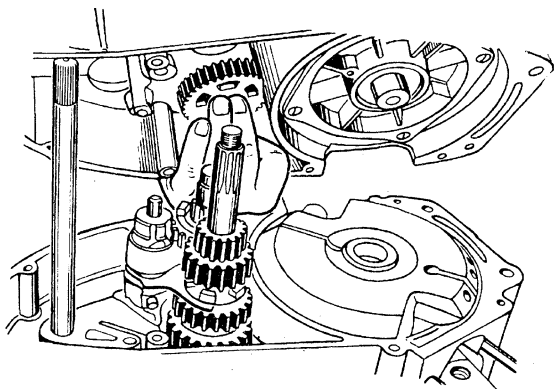

Рис. 3.33. Соединение половин картера
- соединить половины картера, придерживая через боковое окно левой половины картера шестерню I передачи промежуточного вала у отверстия подшипника (шестерня обращена выточкой в сторону стенки картера) и совмещая отверстия с валами и шпонку на полуоси коленчатого вала с пазом для шпонки маховика в соответствии с рис. 3.33;